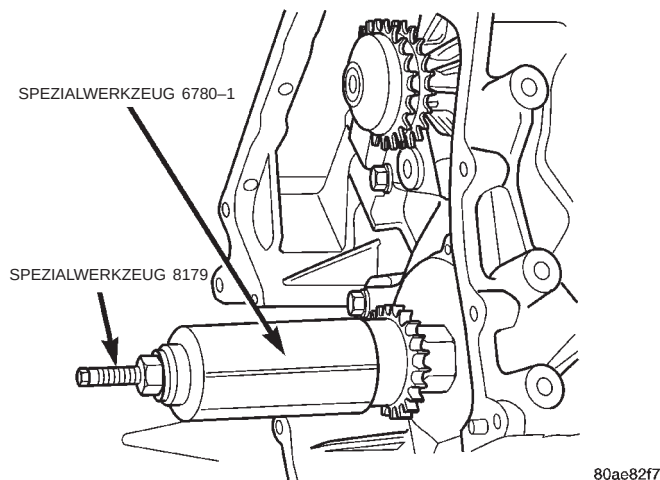

Abb. 61 Kurbelwellenrad einbauen
(1) Kurbelwellenrad mit den Spezialwerkzeugen 6780-1 und 8179 (Abb. 61) in Endlage am Absatz der Kurbelwelle bringen. Darauf achten, daß die Kurbelwelle dabei nicht gedreht wird.